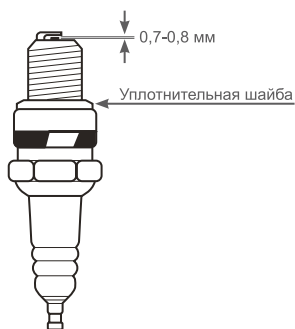

Рис.20 Обслуживание свечи зажигания
4. Измерьте зазор между электродами свечи зажигания специальным щупом. Зазор должен быть 0,7-0,8 мм, см. Рис.20. При увеличении, или уменьшении требуемого зазора, рекомендуется заменить свечу, так как регулировка зазора может привести к изменению качества искрообразования.